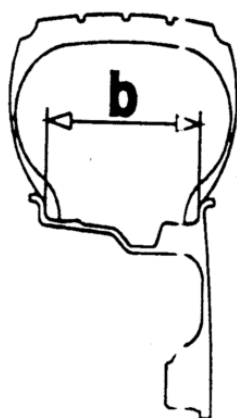

Рис.6
-Ввести значение ширины обода, как указано в разделе «АВТОМАТИЧЕСКИЙ ВВОД ДИСТАНЦИИ + ДИАМЕТРА ОБОДА» (см. рис.6)